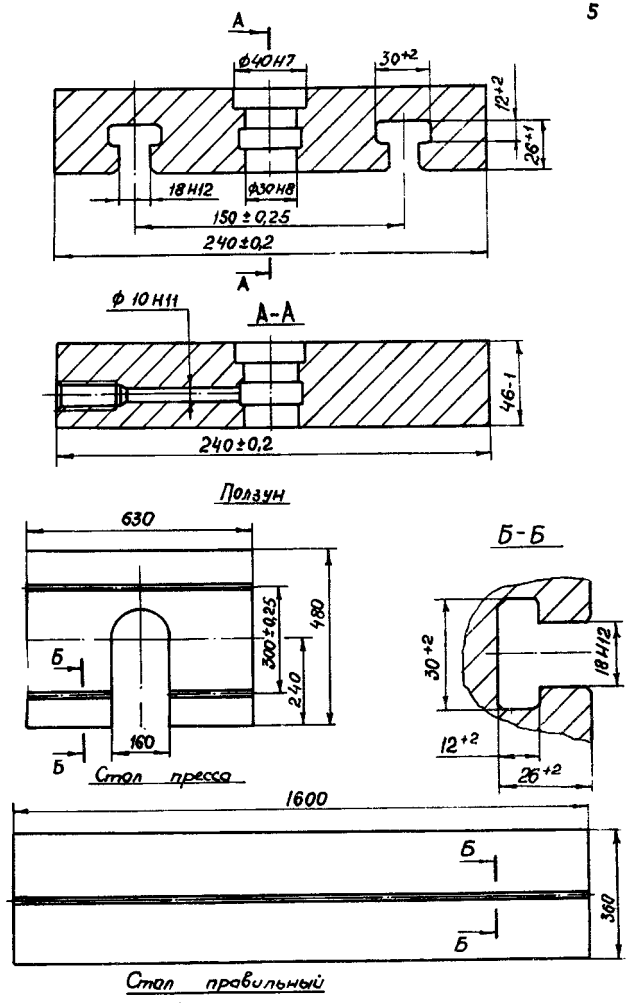

Рис. 3. Места крепления инструмента
2.1. Внешний вид и габаритные размеры пресса показаны на с. 1,2. Места для крепления инструмента показаны на рис. 3.